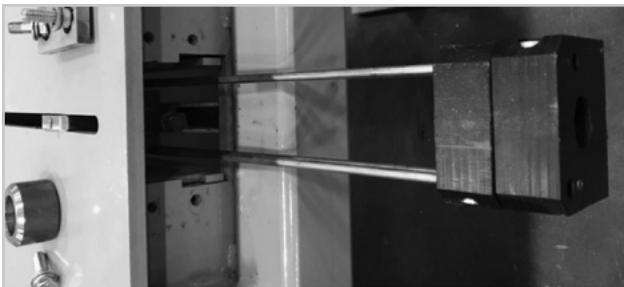

Figura 79
- Haga girar el eje hasta que la tuerca ACME quede completamente desatornillada (figura 79).